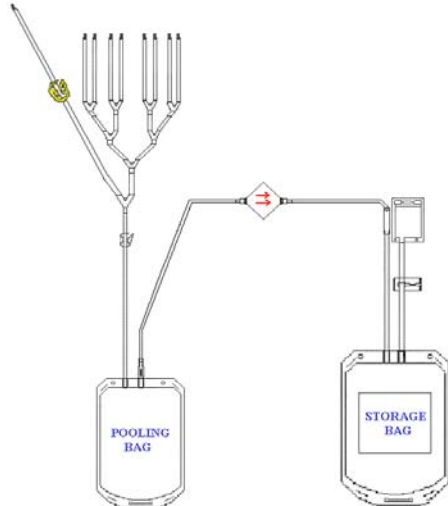

Figura-1
Um saco de pool de 700 ml com 8 tubos de ligação para a camada leucoplaquetária (BC) e um tubo de ligação adicional para diluição da Solução Aditiva de Plaquetas (PAS), e um filtro em linha Sepacell™ PLX-5 para redução leucoplaquetária ligado a um saco de armazenamento de plaquetas de 1,3 litros com um saco para amostragem de 100 ml (Figura 1).